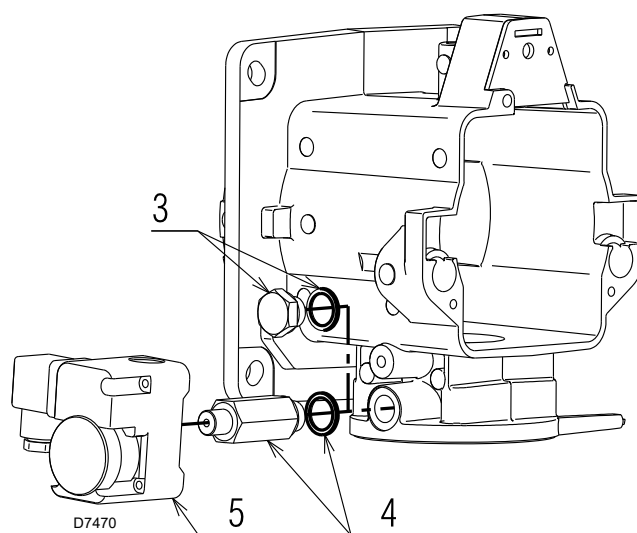

Fig. 3
- Togliere il tappo 3)(Fig. 3) e relativa guarnizione sul lato sinistro del manicotto.
- Avvitare il raccordo 4)(Fig. 3) fornito nel kit interponendo una nuova guarnizione.
- Avvitare il pressostato 5)(Fig. 3) al raccordo 4)(Fig. 3) utilizzando teflon o prodotto analogo per garantire la tenuta ermetica del filetto.